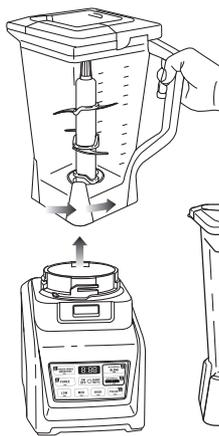

Fig. 9
- 12 Tournez le pichet dans le sens antihoraire pour l'enlever, et retirez-le ensuite de la base. (Fig. 9)